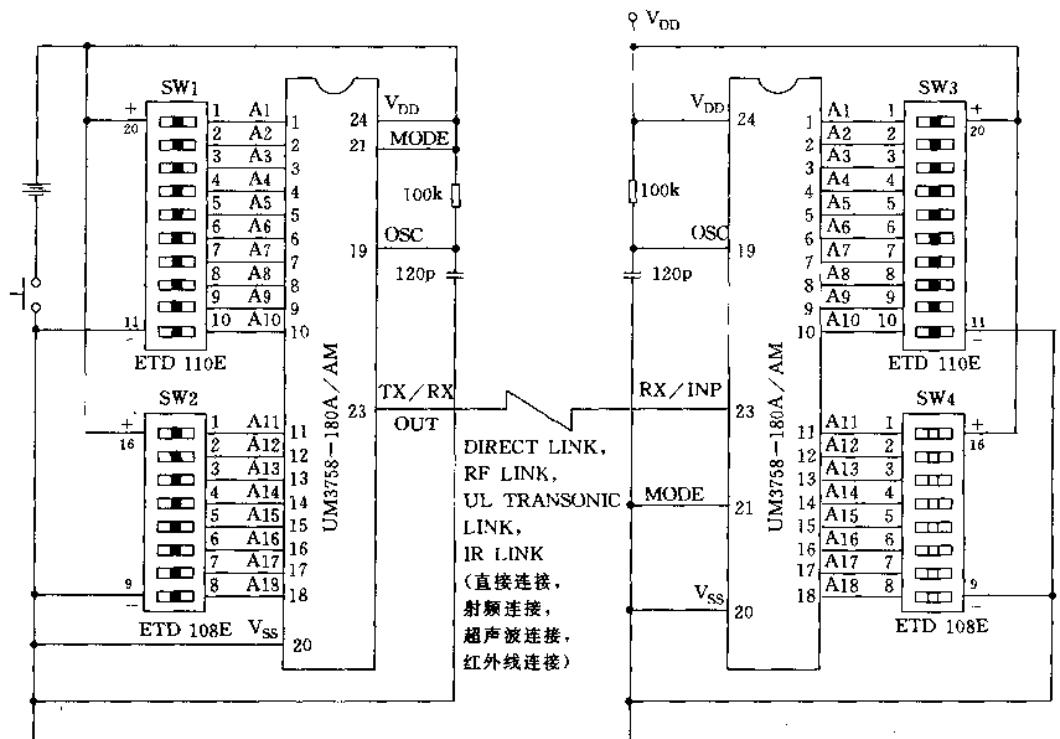

图 2-42
(5)UM3758 系列表如表 2-14,应用举例如图 2-42 所示。